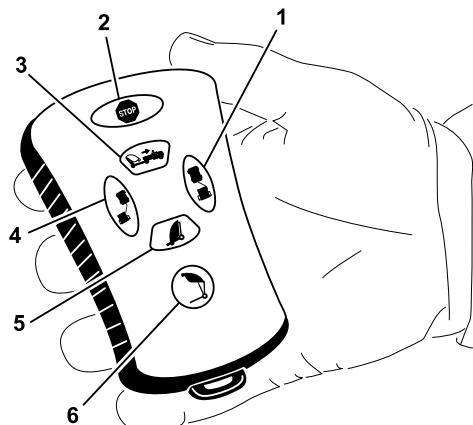

図 16
- ・ ダンプ・ボタンを押す（図 16）。
- ・ 次に、左オフセット・ボタンを押す（図 16）。
- ・ 次に、右オフセット・ボタンを押す（図 16）。
- ・ 次にダンプ・ボタンを押したまま保持する（図 16）。
ホッパーを下降させるには、スイーパ下降ボタンを押す（図 16）。ホッパーは、以下の位置にあるときに下降させることができます：
スイーパを左にオフセットするには、左オフセット・ボタンを押して保持します（図 16）。
ホッパーを上昇させるには、スイーパ上昇ボタンを押して保持し希望の高さになったらボタンから手を離します； 停止位置が事前設定されているとその位置で停止します（図 16）。
スイーパを右にオフセットするには、右オフセット・ボタンを押して保持します（図 16）。ボタンから手を離すとオフセット動作が停止します。